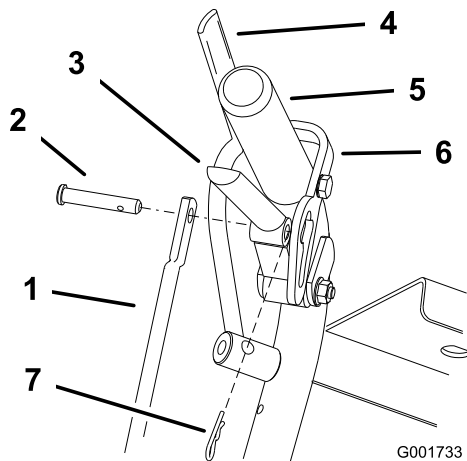

Figure 52
1. Ajustez la longueur de la tige en relâchant le levier de déplacement et en enlevant la goupille fendue et l'axe de chape. Tournez la tige dans la fixation (Figure 52).
4. Placez l'axe de chape dans le levier de déplacement (Figure 52).
6. Placez la goupille fendue entre les leviers de déplacement et les verrous de point mort, et dans les axes de chape (Figure 52).